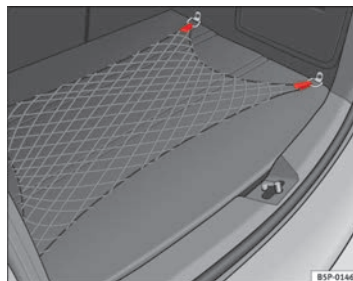

Fig. 107 Rete portaoggetti del bagagliaio
- Tutti i bagagli e gli altri oggetti devono essere collocati nel bagagliaio e fissati in modo che non possano muoversi ⇒ fig. 107. ►